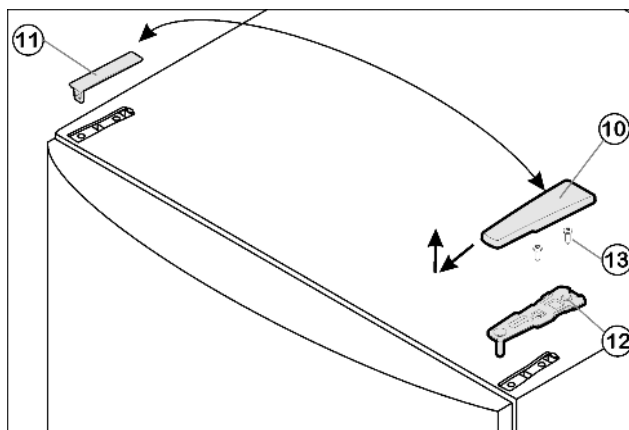

Fig. 5
- Потяните крышку Fig. 5 (10) вперед и вверх.
- Снимите крышку Fig. 5 (11).
- Открутите верхний опорный кронштейн Fig. 5 (12) (2 шт. Torx® 25) Fig. 5 (13) и вытяните вверх.
- ▶ Установите верхний опорный кронштейн *Fig. 5 (12)* на новой стороне шарнира и защелкните в дверце.
- ▶ Прикрутите верхний опорный кронштейн *Fig. 5 (12)* (**с моментом 4 Нм**) (2 шт. Torx® 25) *Fig. 5 (13)*. При необходимости проделайте отверстия или используйте аккумуляторную отвертку.
- ▶ Защёлкните крышку *Fig. 5 (10)* и крышку *Fig. 5 (11)* на противоположной стороне.